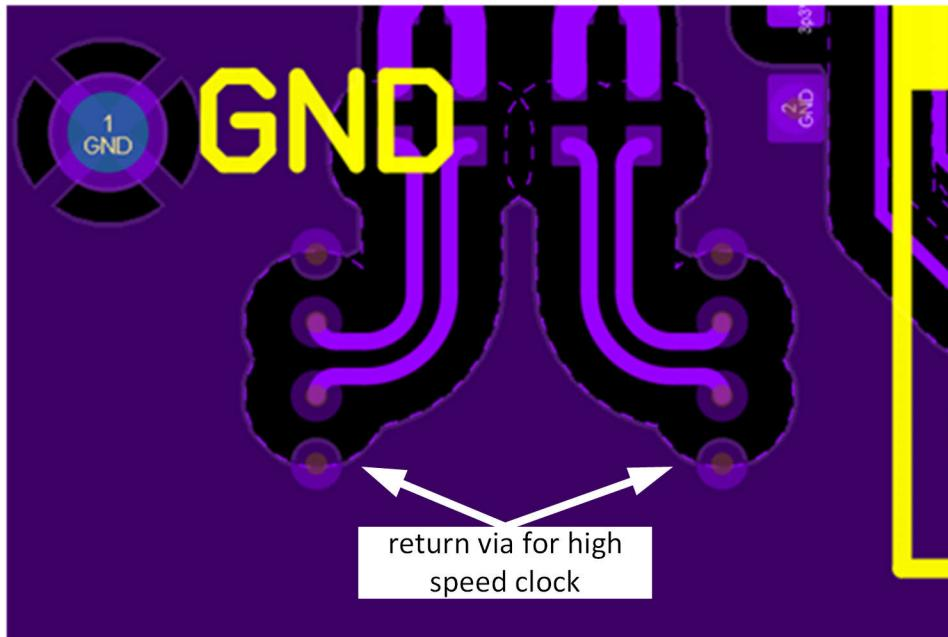

图 9-12. 高速时钟的回路过孔
8. 当高速信号必须使用过孔转换到另一层时，应尽可能远地穿过电路板（最好是从上到下），以更大限度地减少过孔顶部或底部的过孔残桩。如果层选择不灵活，请使用背钻或埋入式盲孔来消除残桩。在各层之间转换时，务必使两个接地过孔（“回路过孔”）靠近关键的高速信号布线过孔放置，就近形成接地回路。详情请参考图 9-12。